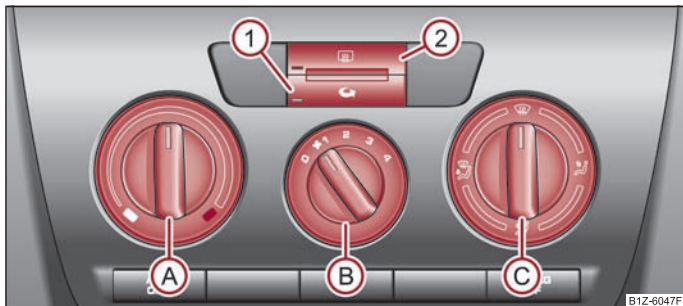

Fig. 81 Calefacción: Elementos de mando
- Gire el regulador giratorio (A) ➔ fig. 81 hacia la derecha para aumentar la temperatura.
- Gire el regulador giratorio (A) hacia la izquierda para bajar la temperatura.
- Pulse la tecla . Se iluminará el testigo en la tecla → página 70, fig. 81.
Si el regulador distribuidor de aire  se encuentra en la posición  → página 70, fig. 81, el servicio de aire circulante se desconectará automáticamente. Pulsando repetidamente la tecla , puede volver a conectar el servicio de aire de circulación también en esta posición.